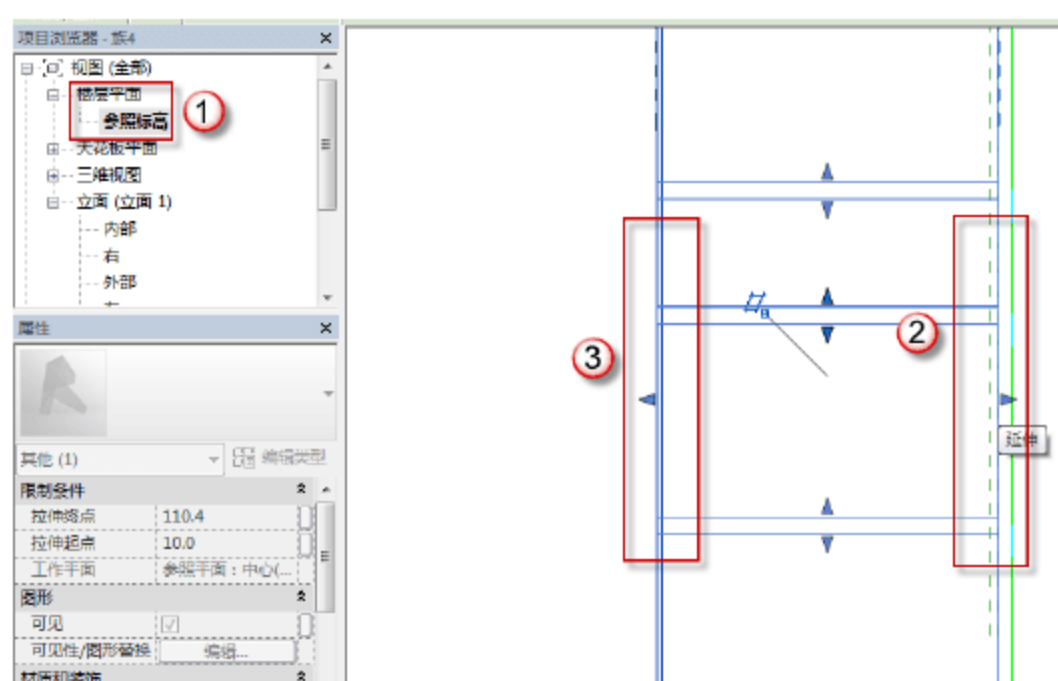

图 7.2.41 调整转角幕墙的位置
(15) 调整 MQ7196 幕墙窗框位置。选择“项目浏览器”中的“楼层平面”→“参照标高”选项，进入幕墙的参照标高视图。选择转角后的幕墙，拖动水平指向箭头，将其拖至右边提前画好的垂直于水平幕墙的辅助线上，将水平幕墙调整至合适位置，如图 7.2.41 所示。